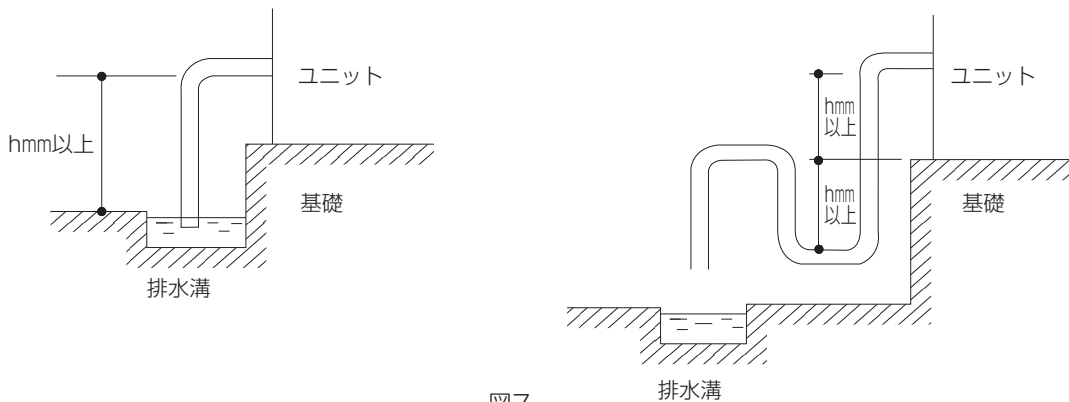

図7
- ドレン配管は、ユニット後側（空気コイル側）下にあります。ドレン配管から空気の吸込みを防止するため、下図のようなドレンラップを必ず設けてください。（図7参照）図7のh寸法は、ユニット内の負圧<機内抵抗+吸込ダクト抵抗>により決定してください。